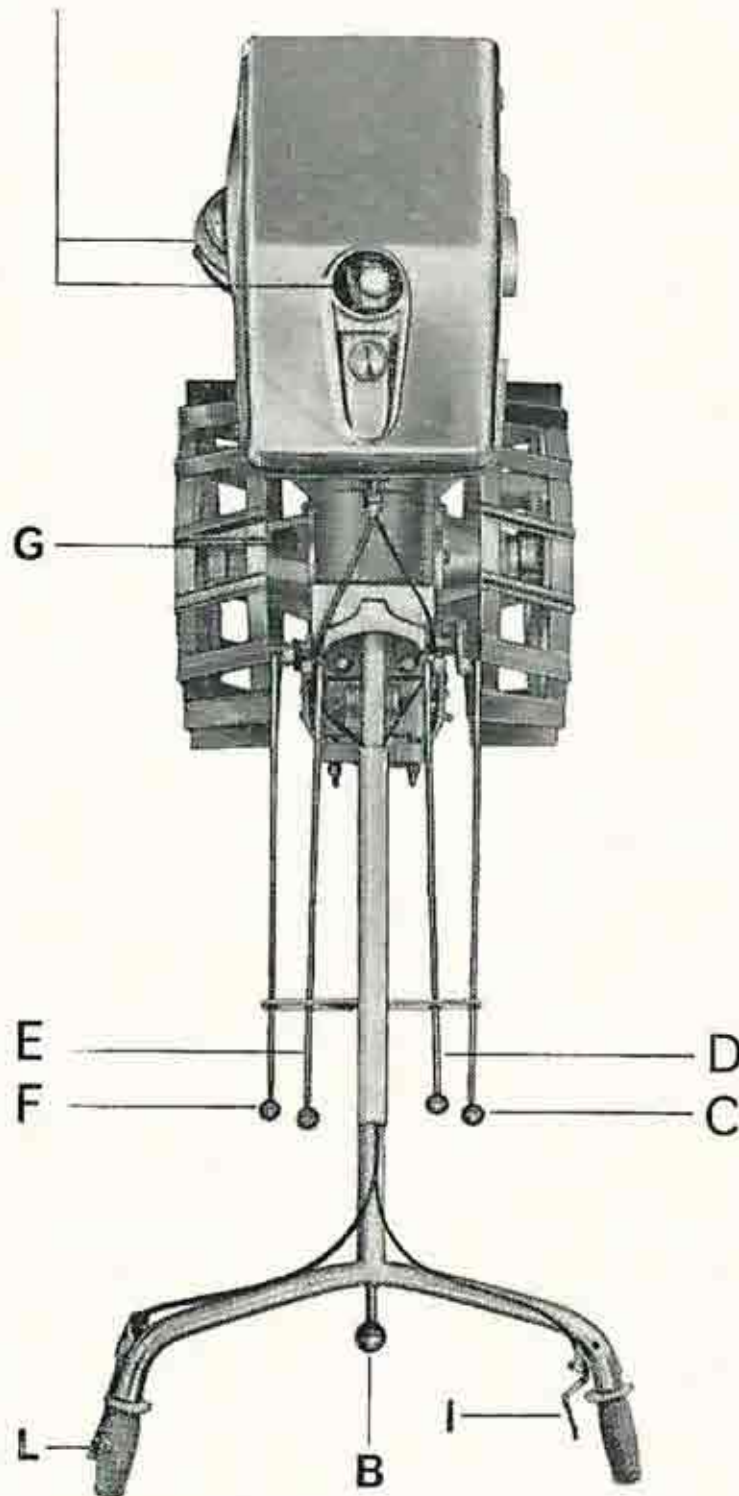

Fig. 2
Maneta embrague L	Fig. 2
Palanca mando acelerador I	Fig. 2
Desplazamiento manceras B	Fig. 2
**POSICIONES DE MARCHA (Fig. 1)****Fig. 1****INVERSION MANCERAS, DE LA FIG. 1 A LA FIG. 2**
Esta operación debe ser efectuada con el motor parado y con la palanca del cambio D en posición de 1.ª marcha. Se separan de las manceras las varillas de mando C-D-E-F (fig. 1-2) se tira del pasador elástico (ref.º 6140) tabla IV, fig. 66, del pestillo colocado en la parte inferior de las manceras (ref.º 900.169.1), tabla IV, fig. 65, una vez libres se hacen girar hasta lograr la posición indicada en la fig. 2 y se vuelven a colocar las varillas C-D-E-F.
De esta manera tendremos el motocultor en el sentido de marcha indicado en la fig. 2.
**POSICIONES DE MARCHA (Fig. 2)**
Para pasar las manceras de la posición de la fig. 2 a la de la fig. 1 se sigue el procedimiento inverso.
Para pasar de las tres velocidades normales a las tres rápidas es necesario poner el motocultor en punto muerto, tanto el cambio como la toma de fuerza. Luego se coloca la palanca C (fig. 2) adelante en sentido del motor; se hace girar la plaquita L, la cual dará una nueva posición a la palanca N (fig. 3-4) que permitirá trabajar en la velocidad deseada.
Sobre la plaquita L (fig. 3-4) están grabadas dos anotaciones que permiten comprobar en qué velocidad se está trabajando o se desea trabajar; por otra parte la flecha M indica de qué parte hay que tirar o empujar la palanca C (fig. 2) para obtener el sentido de marcha adelante. En el caso que el motocultor se use como en la fig. 1 sucede el caso inverso, o sea, para ir adelante es necesario empujar o tirar de la palanca C (fig. 2) en sentido contrario al indicado por la flecha M (fig. 3-4).
Para la lubricación del cambio y diferencial se emplearán 8 kilos de aceite (SAE 140), que se introducirán a través del orificio situado en el buje izquierdo (fig. 2) provisto del correspondiente tapón, letra G.